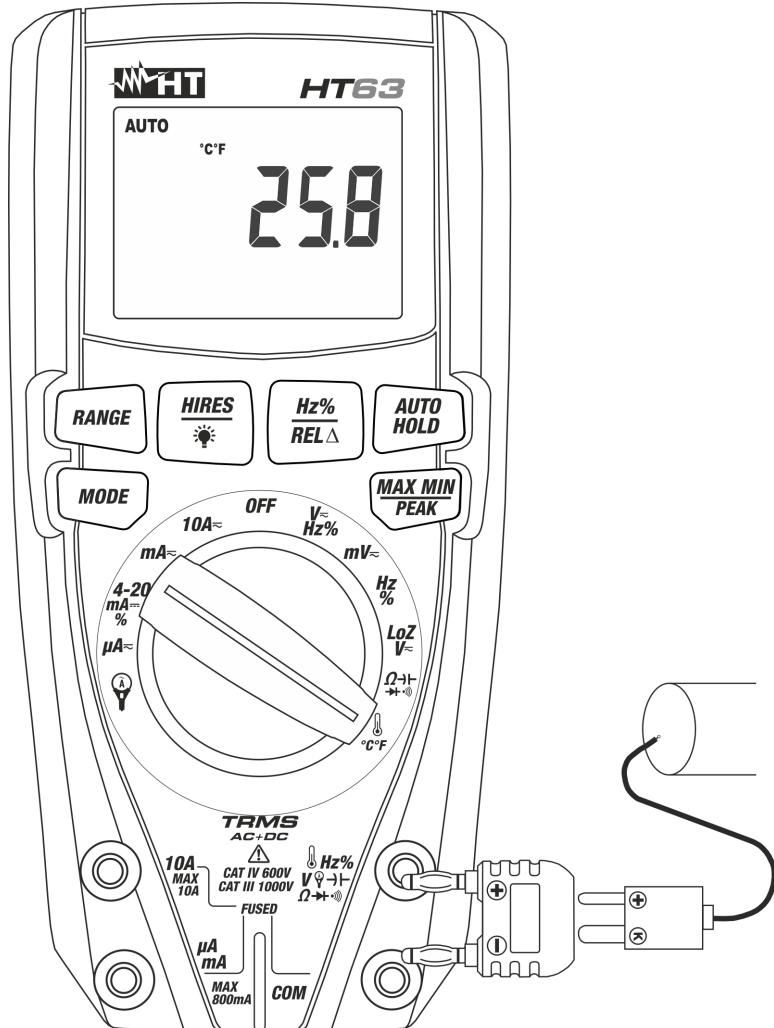

Fig. 9: Uso do instrumento para a medição de Temperaturas
3. Inserir o adaptador fornecido nos terminais de entrada $(\text{Hz}\% \rightarrow V \rightarrow \Omega \rightarrow \text{TEMP})$ (polaridade +) e **COM** (polaridade -) (ver Fig. 9).